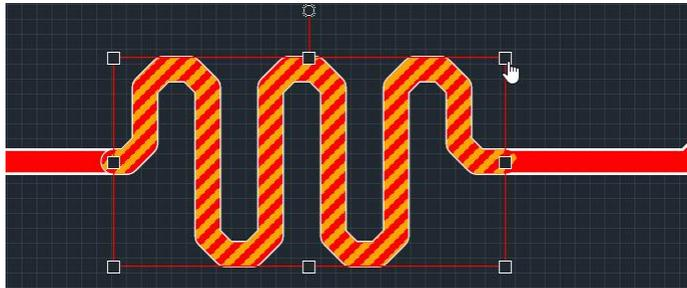

Рис. 303 Точки редактирования области размещения меандра
2. Наведите курсор на одну из шести точек редактирования, ограничивающих область размещения меандра, при этом вид курсора должен измениться, см. Рис. 303.